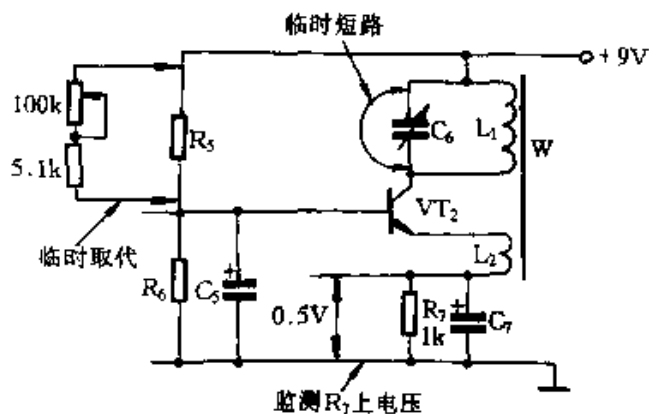

图 4-40
① 调整 VT_2 的静态工作点。如图 4-40 所示, 将 $100k\Omega$ 电位器与 $5.1k\Omega$ 电阻串联后, 临时取代 R_5 焊入电路; 用导线将 C_6 临时短路; 调节电位器, 使 R_7 上电压为 $0.5V$ 。这时, $100k\Omega$